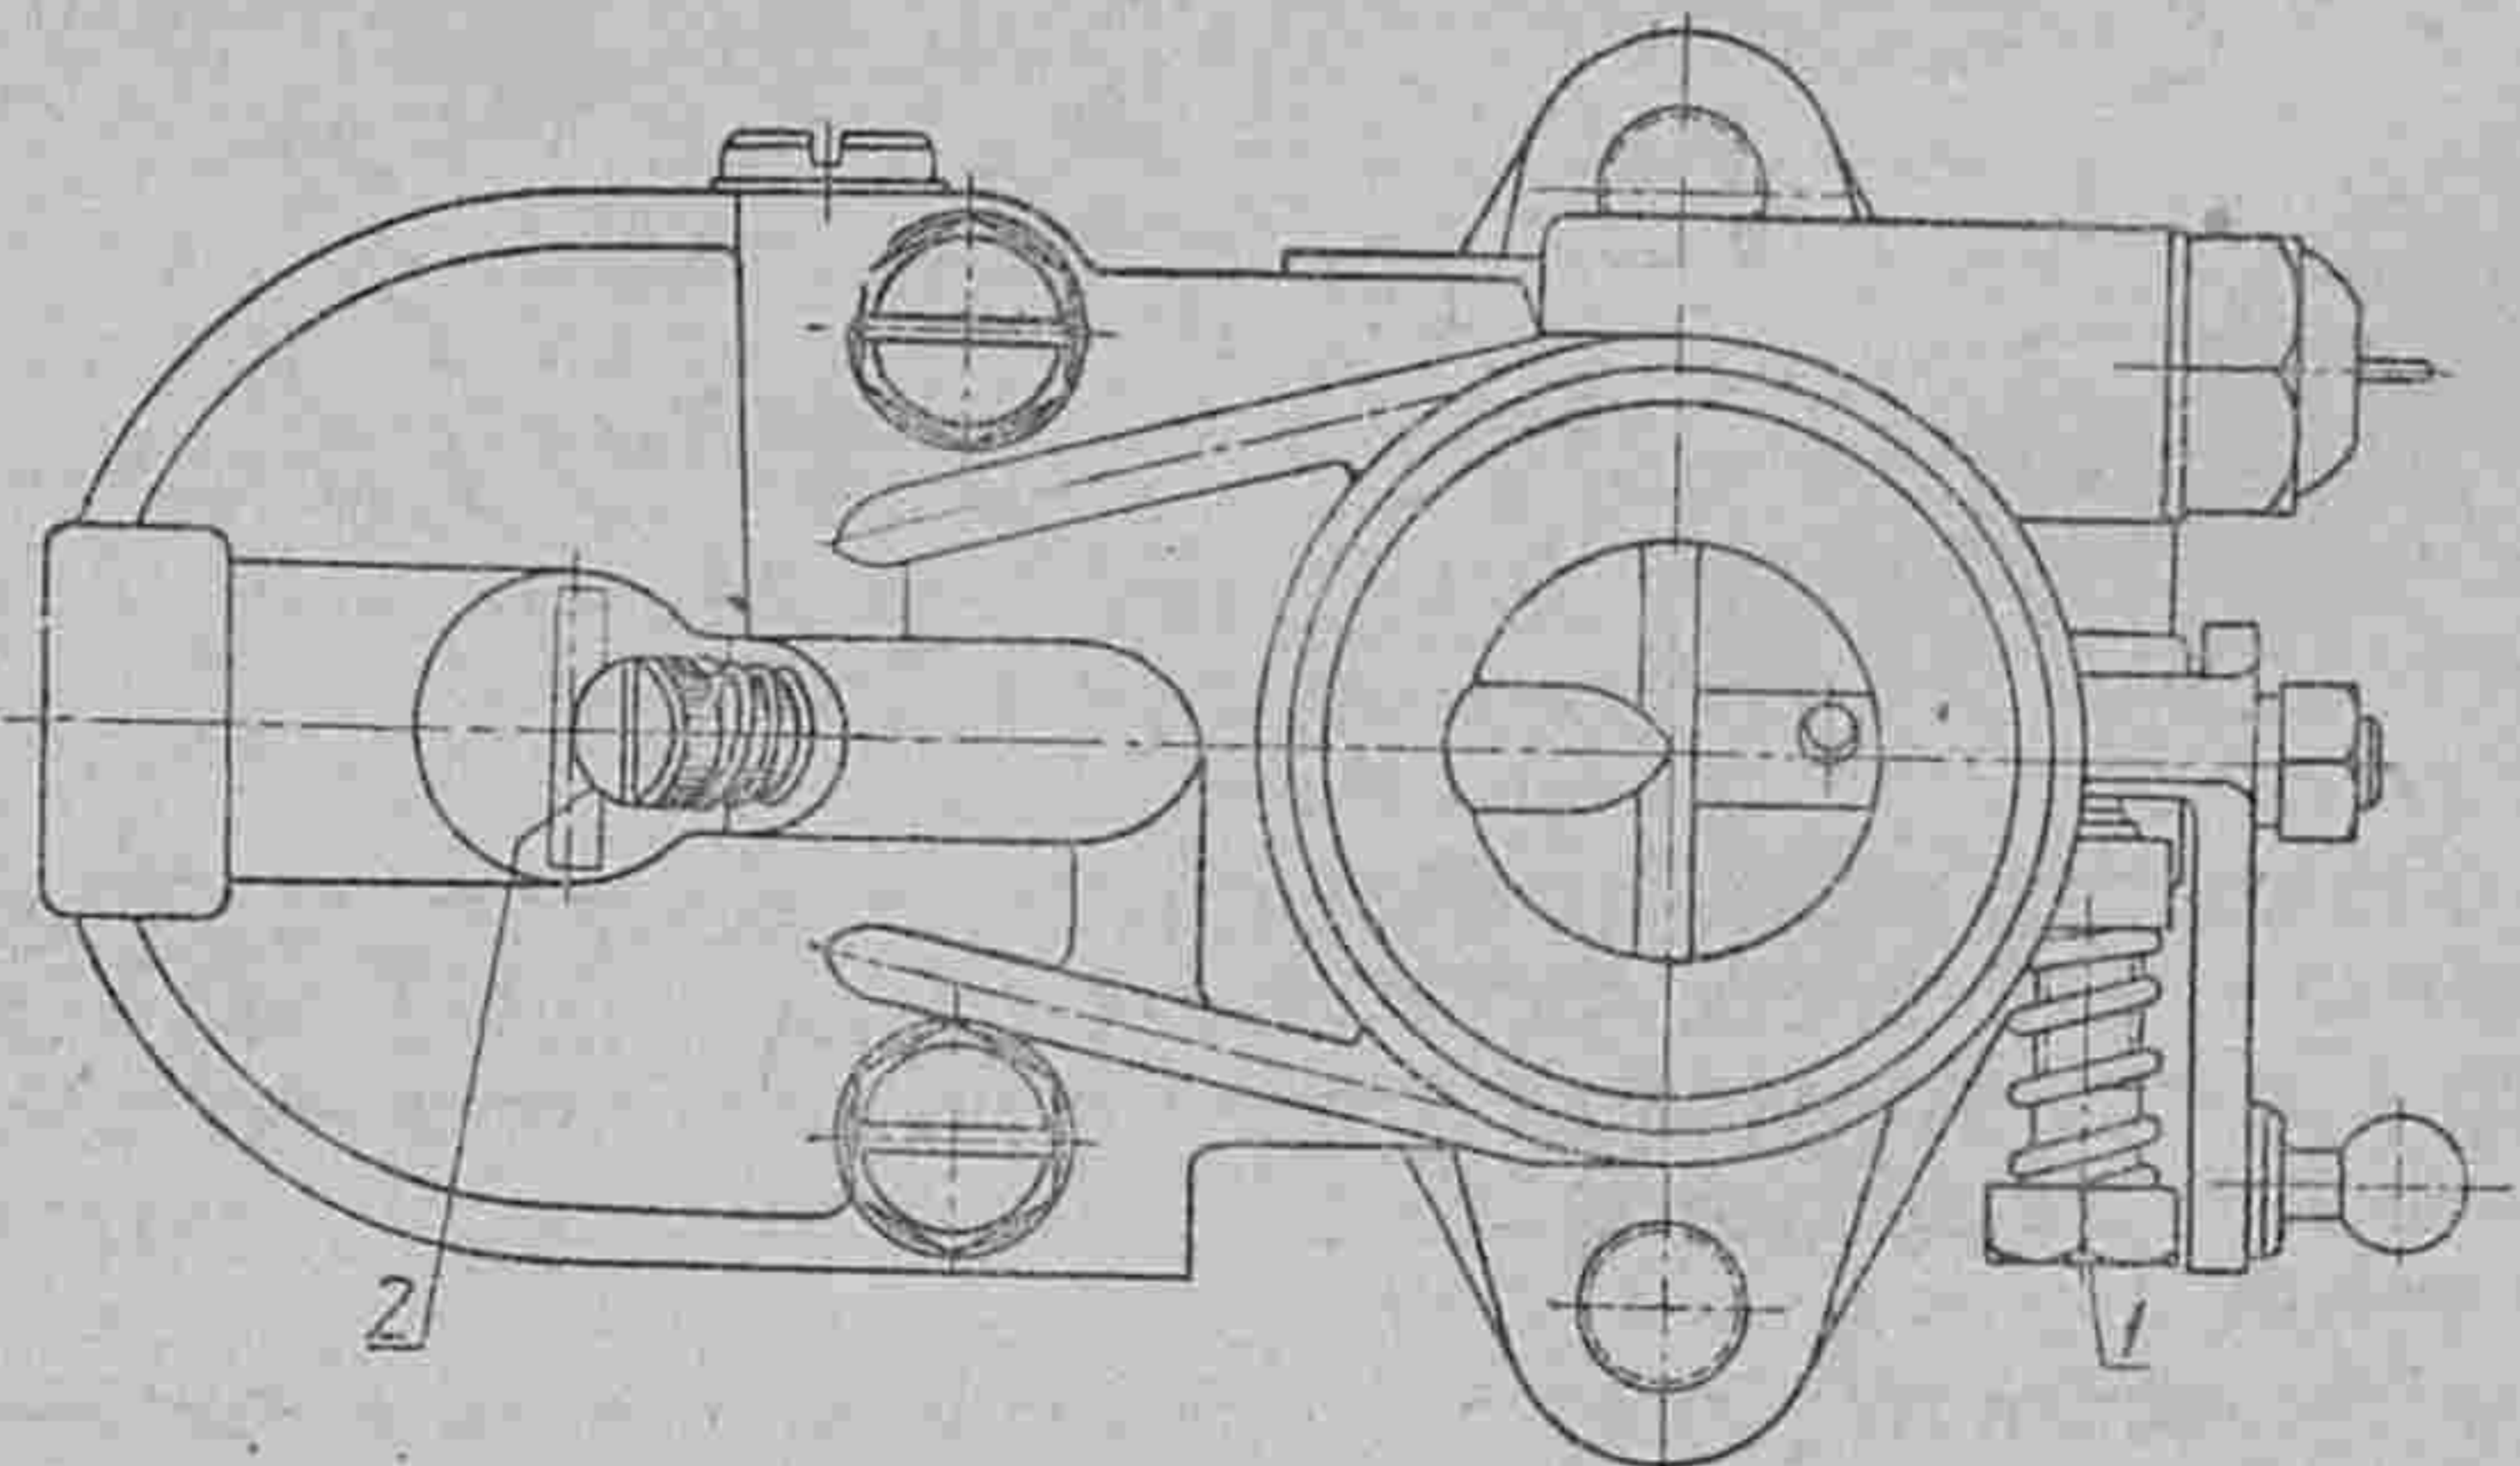

Рис. 8. Вид карбюратора сверху:
Регулировка производится упорным винтом дроссельной заслонки (1) и регулирующим винтом добавочного воздуха (2) (рис. 8).